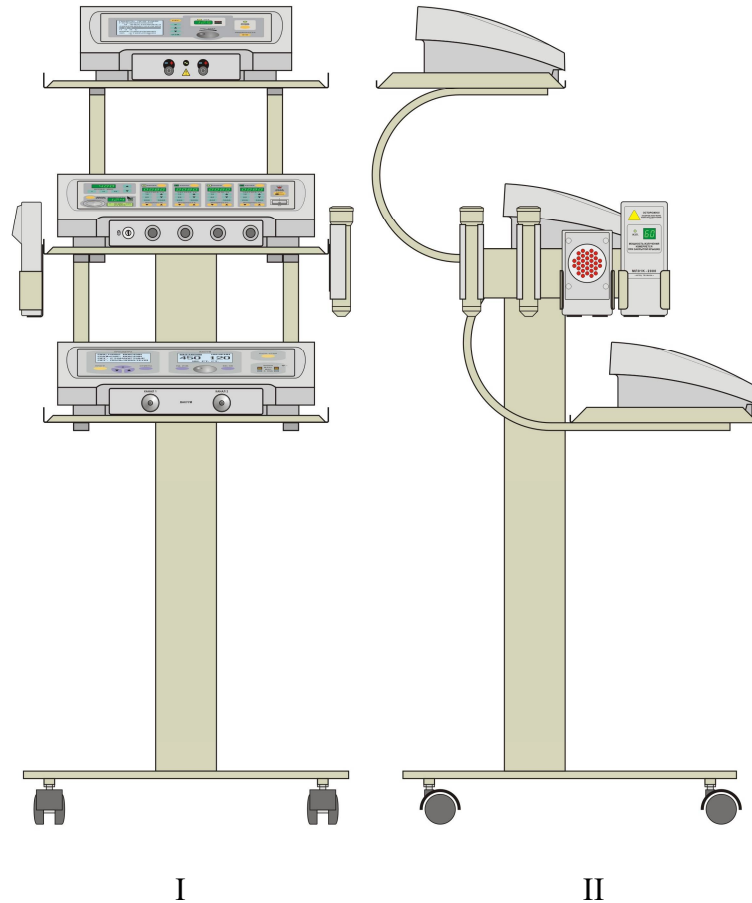

Рис. 1. Стойка. Внешний вид с размещенными на ней аппаратами.
4.1. Собрать стойку согласно инструкции (п. 5) . Внешний вид стойки с размещенными на ней аппаратами и излучателями изображен на рис. 1.